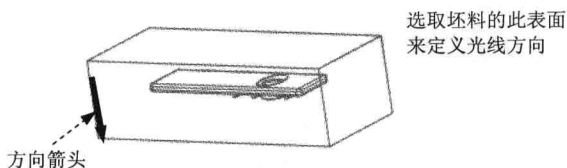

图 1.5 定义投影的方向
(1) 在“阴影曲面”对话框中双击 **Direction (方向)** 元素，系统弹出“选取方向”菜单。
(2) 在 **GEN SEL DIR (一般选取方向)** 菜单中，选择 **Plane (平面)** 命令。
(3) 在系统 **选取将垂直于此方向的平面。** 的提示下，选取图 1.5 所示的坯料表面；将投影的
方向切换至图 1.5 中箭头所示的方向, 然后选择 **Okay (确定)** 命令。